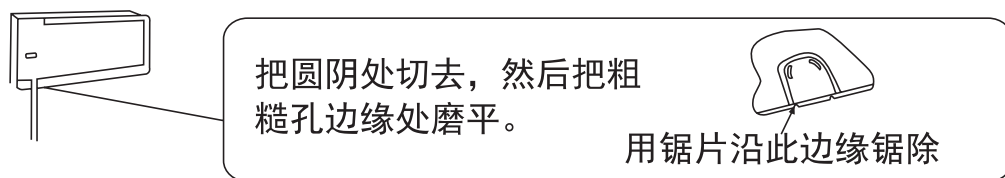

图8
- (2) 如铜管是从左边或下边引出时，应扳去左边的出管板，或把下盖板上如下图所示部位锯除，然后把铜管塞进。（图8）